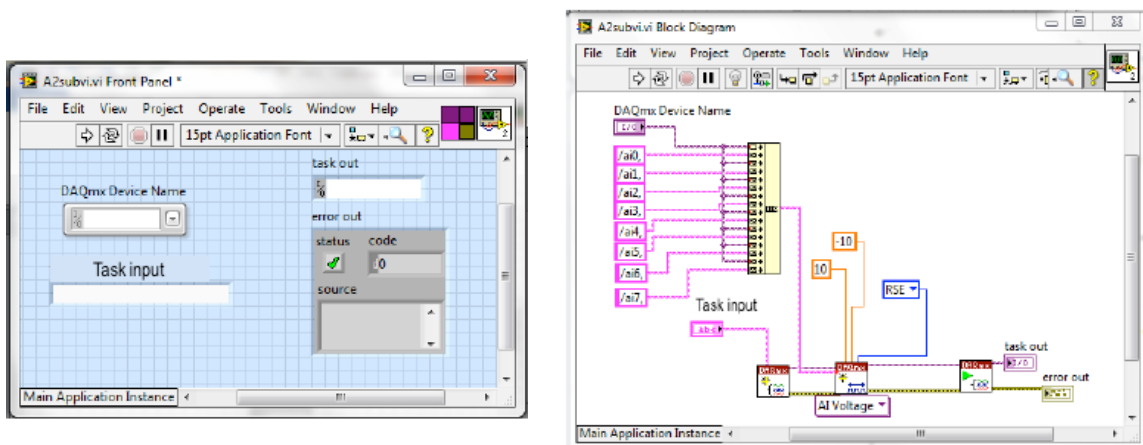

Fig. 17. Panell de control i programació d'A2subvi.vi.
A.2.- A partir de l'exercici anterior, creeu un VI (**A2.vi**) que permeti controlar les eixides analògiques i adquirir els senyals connectats a les entrades analògiques referenciades a massa. Per fer el programa més senzill, la inicialització de les entrades i els seus valors s'hauran de fer a través d'un subVI *A2subvi.vi* (vegeu el panell frontal i el diagrama de blocs -Fig. 17-). Per a comprovar el funcionament del programa, connecteu les dues eixides analògiques de la DAQ a dues de les seues entrades analògiques i comproveu que mostren el valor programat. **En acabar de fer proves, poseu les eixides a zero volts.**